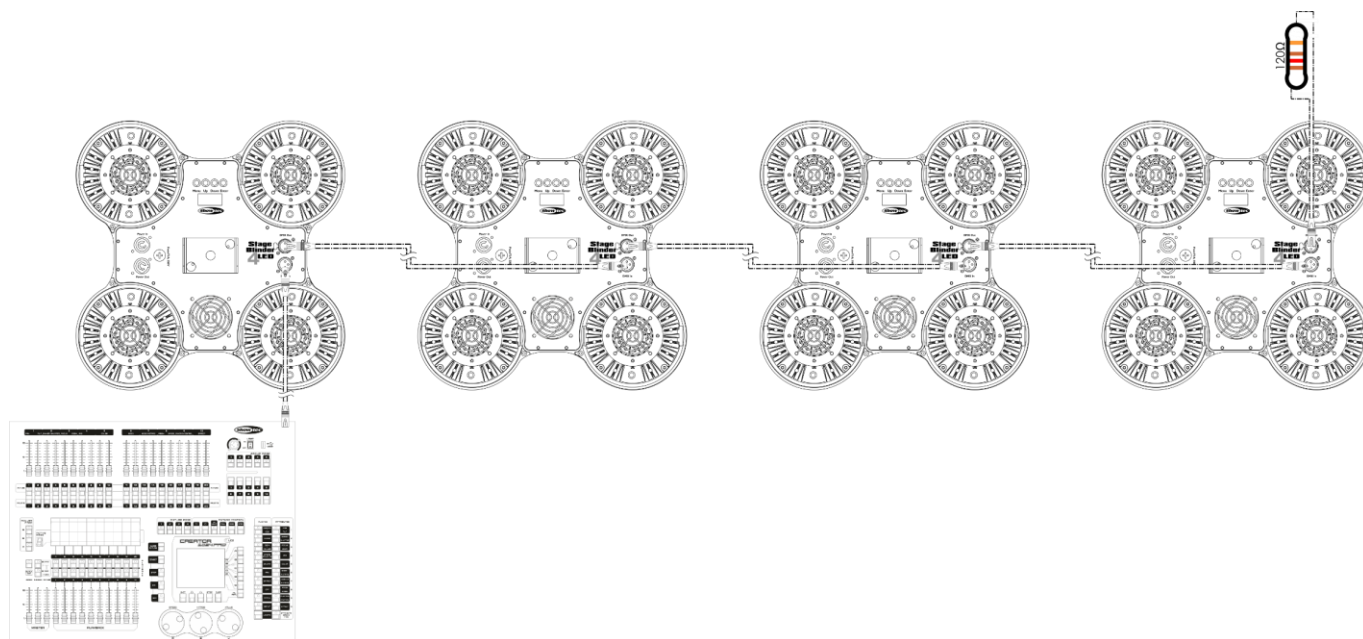

Abb. 03
- 05) Verbinden Sie die Geräte wie in Abb. 03. Verwenden Sie ein DMX-Datenkabel, um den Ausgang (OUT) des ersten Geräts mit dem Eingang (IN) des zweiten Geräts zu verbinden. Wiederholen Sie diesen Vorgang, um das zweite, dritte und vierte Gerät ebenfalls zu verbinden.